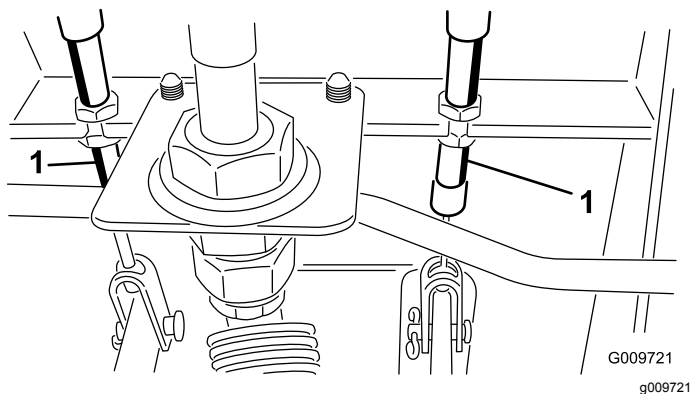

Figure 112
- A. Desserrez l'écrou avant sur l'extrémité fileté du câble de frein (Figure 112).